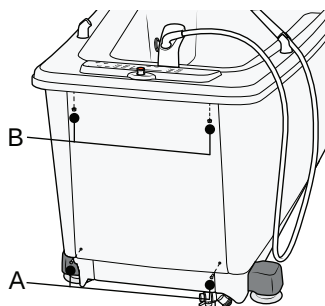

Figure 100
1. Au pied de la baignoire, sous le rebord, retirez les deux vis Allen (A) et les deux écrous (B) qui maintiennent la trappe de maintenance. Voir Figure 100.